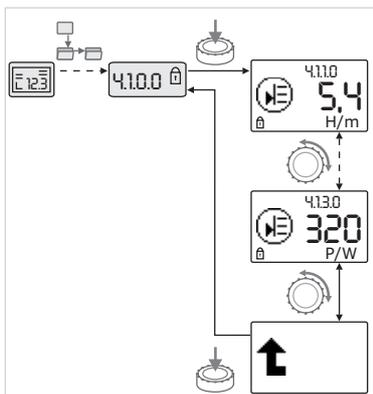

Fig. 34 : Appeler des informations
- Une rotation du bouton rouge permet de faire défiler les points de menu de type « Information » du sous-menu actuel (voir fig. 34). Pour des explications sur les réglages représentés par des symboles, voir le tableau au chapitre 8.7 « Référence des éléments de menu » à la page 107.